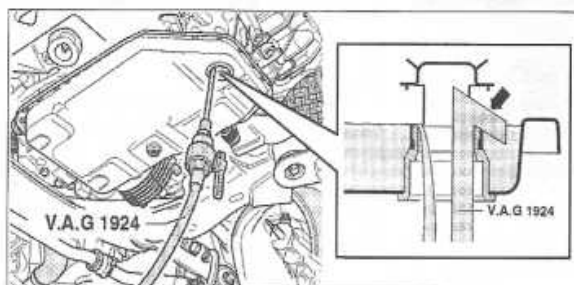

Figure 3B-4
- Si n'y a pas d'ATF qui s'écoule, introduire le bec du réservoir d'appoint (VAG 1924) et compléter le niveau (figure 3B-4).